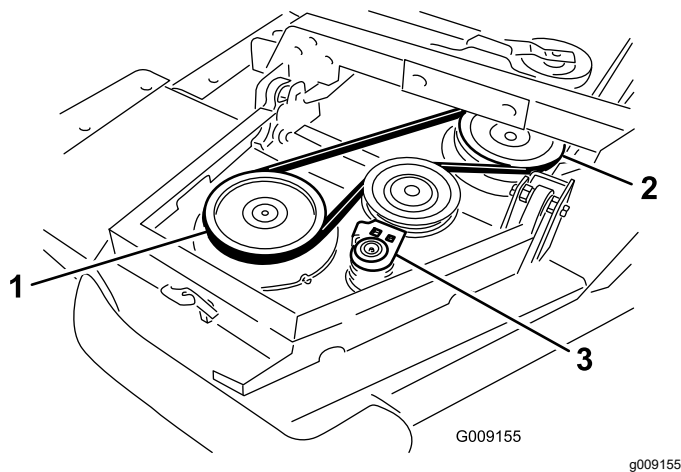

Figura 5
- A. Pase la correa alrededor de la polea del eje del ala y la polea del eje de la carcasa delantera (Figura 5).
- B. Usando una llave de carraca o una herramienta similar, aleje la polea tensora de las otras poleas (Figura 5).